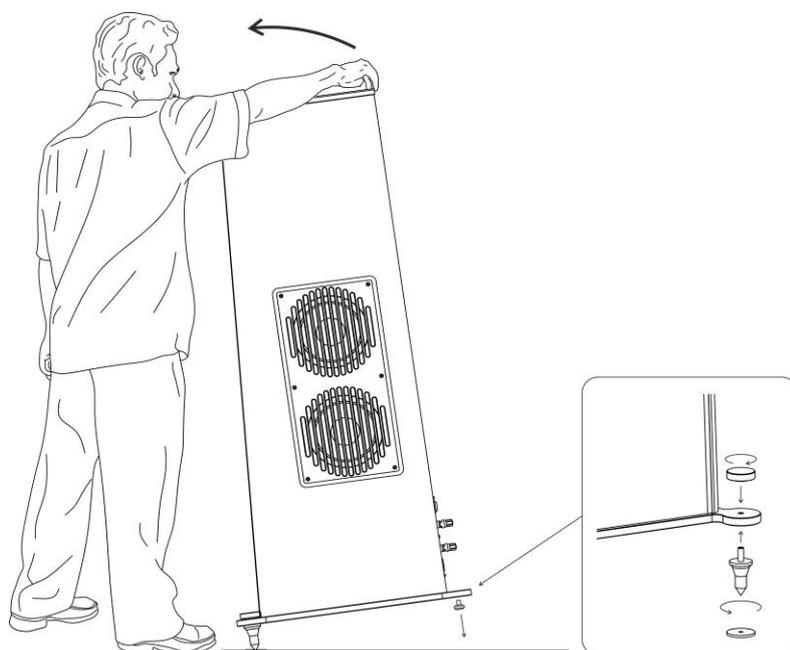

Abb. 6
- Im zweiten Schritt werden die hinteren Spikes montiert (Abb. 6).